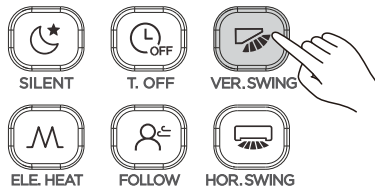

Figura 19
1. Cuando la unidad está encendida. Presione (vea la Figura 19). Inicie la función de oscilación vertical, y el icono se iluminará y la señal se enviará a la unidad interior;